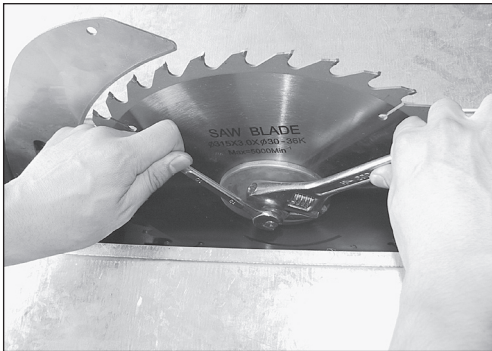

Bild 9.
3. Montera klyvkniven, centrera den i linje med sågklingan och dra åt muttrarna. Bild 9.